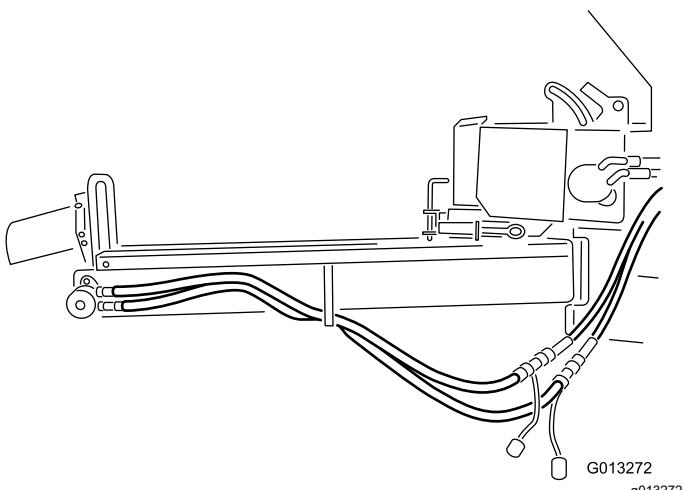

Рисунок 9
11. Подсоедините шланги, как показано на Рисунок 9.